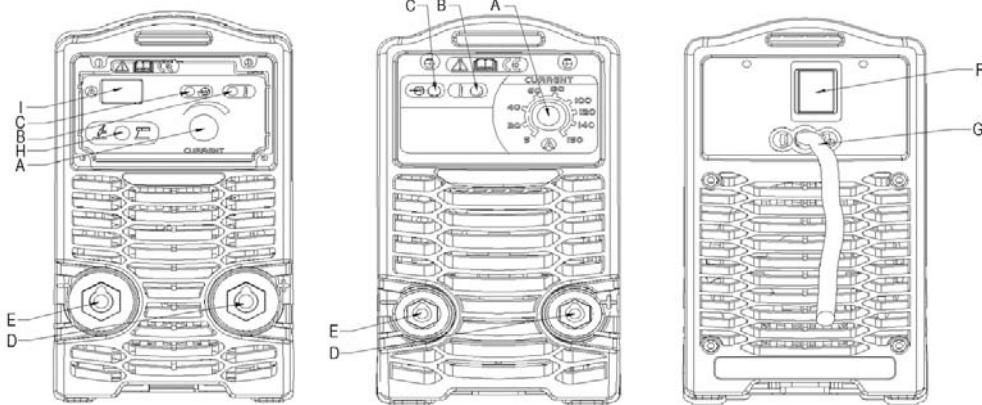

Abb. 1
Die Signallampe B (Abb. 1) weist die Anwesenheit dieser Schutzvorrichtung. Bevor man das Gerät wieder betreiben kann, muß man einige Minuten verstreichen lassen.
- Prüfen, ob der Schalter F (Abb. 1) auf O bzw. der Netztecker gezogen ist, dann die Schweißkabel anschließen. Für die Polung die Angaben des Elektrodenherstellers beachten.
- Die Maschine mit dem Schalter F (Abb. 1) einschalten. **ACHTUNG: ELEKTRISCHER SCHLAG KANN TÖDLICHE FOLGEN HABEN.**